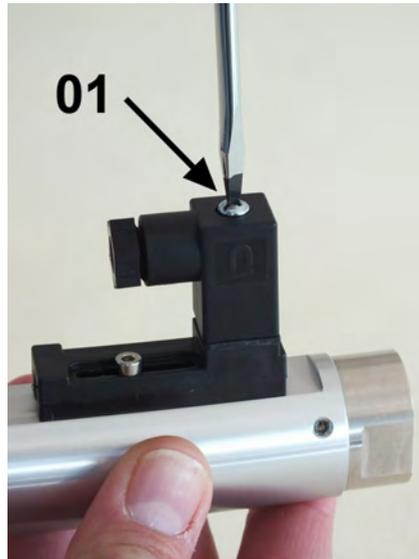

Abb. 21: Steckerdose lösen
1. Befestigungsschraube (Abb. 21/01) von der Steckerdose lösen
9. → Steckerdose auf Gerätestecker stecken und Befestigungsschraube (Abb. 21/01) anziehen